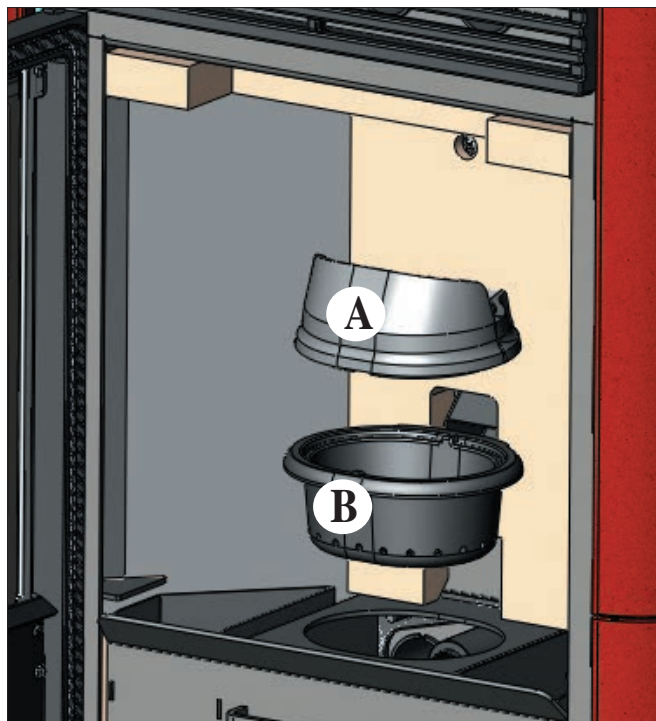

fig. 1
Após a limpeza normal, o acoplamento **NÃO CORRECTO** do recipiente superior (A) (fig. 1) com o recipiente inferior (B) (fig. 1) **pode comprometer o funcionamento da estufa térmica.**